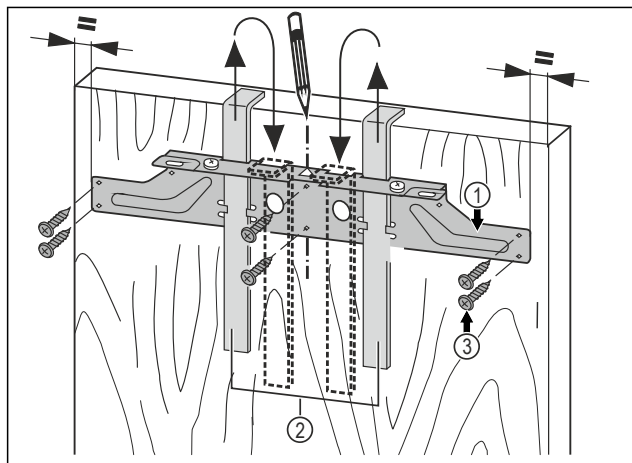

Fig. 62
- Upevňovací příčník Fig. 62 (1) zavěste pomocí montážních pomůcek Fig. 62 (2) na vnitřní stranu nábytkových dvířek.
- Upevňovací příčník Fig. 62 (1) vyrovnejte středově vůči dvířkům.
- Upevňovací příčník Fig. 62 (1) přišroubujte minimálně 6 šrouby Fig. 62 (3).
- Upevňovací příčník Fig. 62 (1) přišroubujte 4 šrouby Fig. 62 (3) na okraji.
- Montážní pomůcky Fig. 62 (2) vytáhněte směrem nahoru a zasuňte je obráceně do sousedních upínacích otvorů.